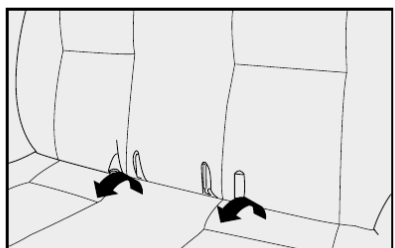

fig. 95
1) Recolher aos seus respectivos alojamentos no banco traseiro as fivelas e o cinto de segurança central **fig. 95**;